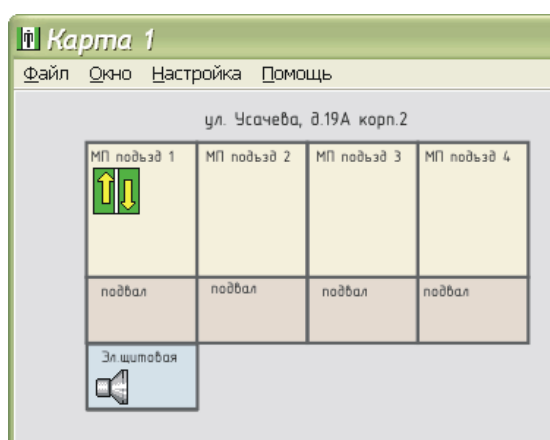

Рисунок 32
4) Расположить значек БГС-ПМ на соответствующем месте на карте лифтов, например в электрощитовой (рисунок 32).